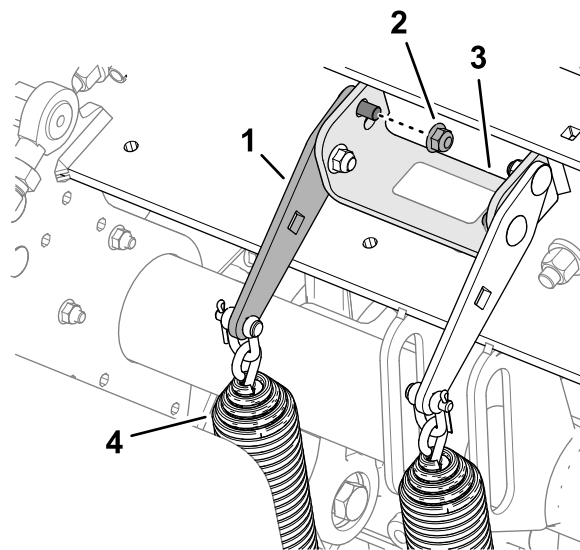

Figura 109
- Slăbii contrapiulia cu guler din față i urubul de transport care fixează placa de tensionare cu arc pe suportul de susinere al capului de carotaj (Figura 109).